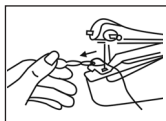

Fig. 12
- 4] Tirez l'outil d'enfilage avec le fil, de l'arrière vers l'avant, à travers le chas de l'aiguille (voir Fig. 12). Retirez l'outil d'enfilage.